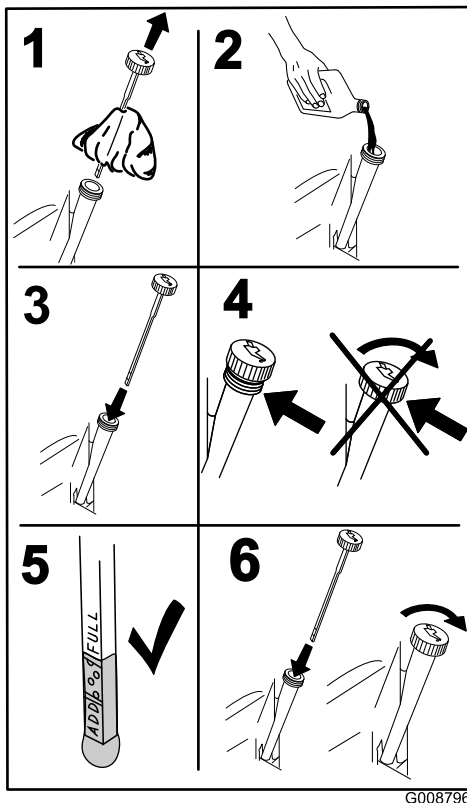

Figura 40
- 4. Retire la varilla y límpiela con un paño limpio (Figura 40).